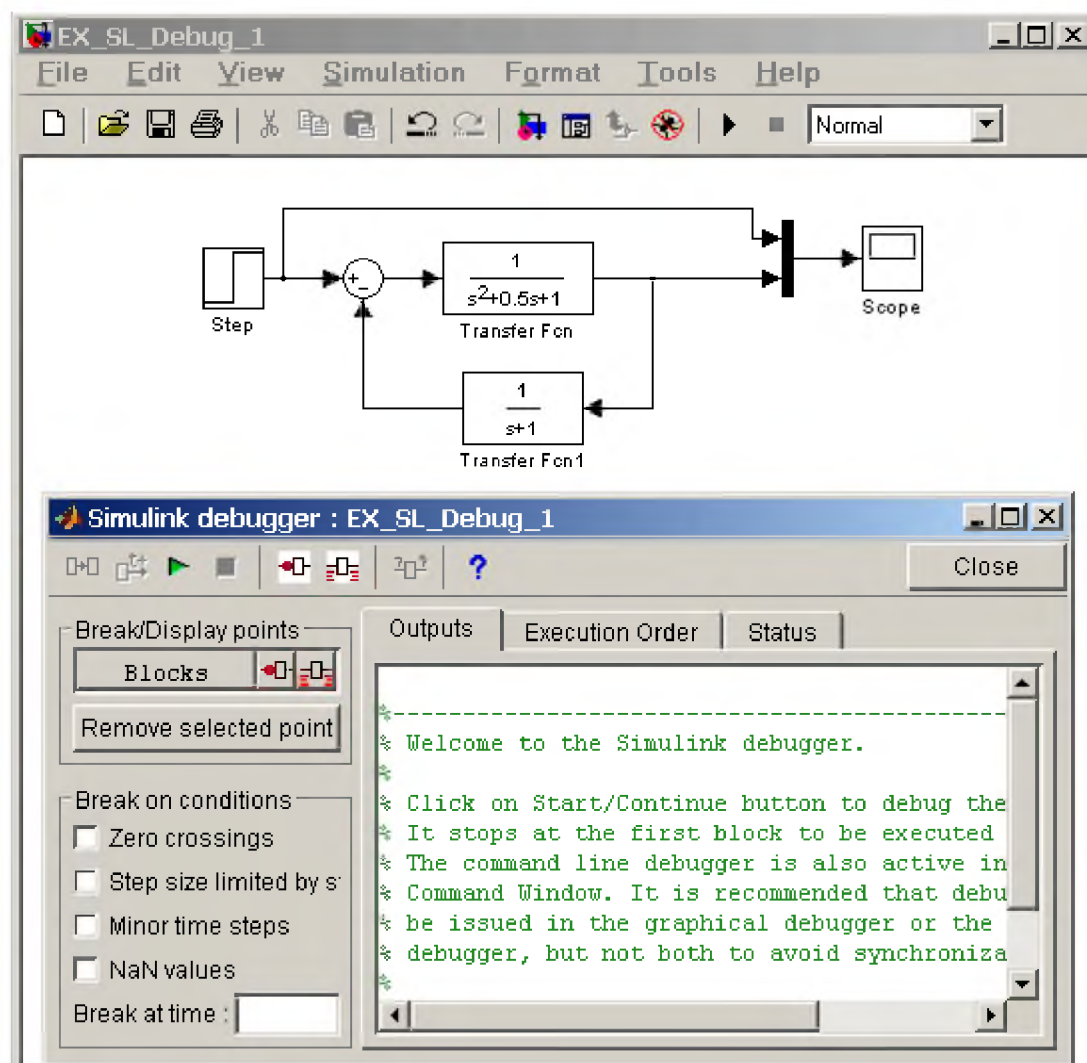
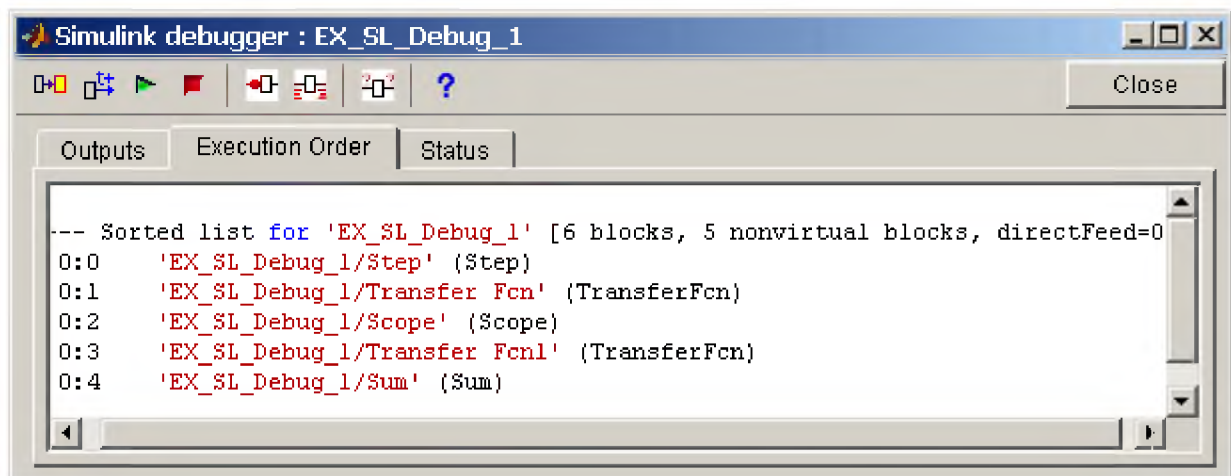

Рис. 13.1 Окно отладчика **Simulink** модели.
Рис. 13.8 Вкладка **Execution Order** главного окна отладчика
После запуска отладчика на экране появится его окно (см. рис. 13.1).
5. **Break before selected block** – Установка точки прерывания перед выделенным блоком. Точка прерывания не может быть установлена для виртуального блока, т.е. такого блока, чья функция является исключительно графической. На рис. 13.1 таким блоком является мультиплексор **Mux**. Список неvirtуальных блоков можно посмотреть на вкладке **Execution Order** окна отладчика или вывести его командой **slist** при работе с отладчиком в режиме командной строки. При попытке установить контрольную точку для виртуального блока отладчик выведет на экран предупреждающее сообщение.
7. **Display current I/O of selected block** – Показать значения входных и выходных сигналов для выделенного блока. Данной кнопкой удобно пользоваться, когда необходимо просмотреть значения сигналов какого-либо блока в момент остановки. Например, если для модели на рис. 13.1 установлена точка прерывания перед выполнением блока **Transfer Fcn** и остановка моделирования в этой точке произошла, то просмотреть значения сигналов сумматора можно выделив этот блок в окне модели и нажав кнопку  отладчика.
2. **Execution Order** – Порядок выполнения. На вкладке отображается список неvirtуальных блоков в порядке их выполнения. Блоки, расположенные в начале списка выполняются раньше, чем блоки, расположенные в конце списка. На рис. 13.8 показан пример данной вкладки для модели, изображенной на рис. 13.1.